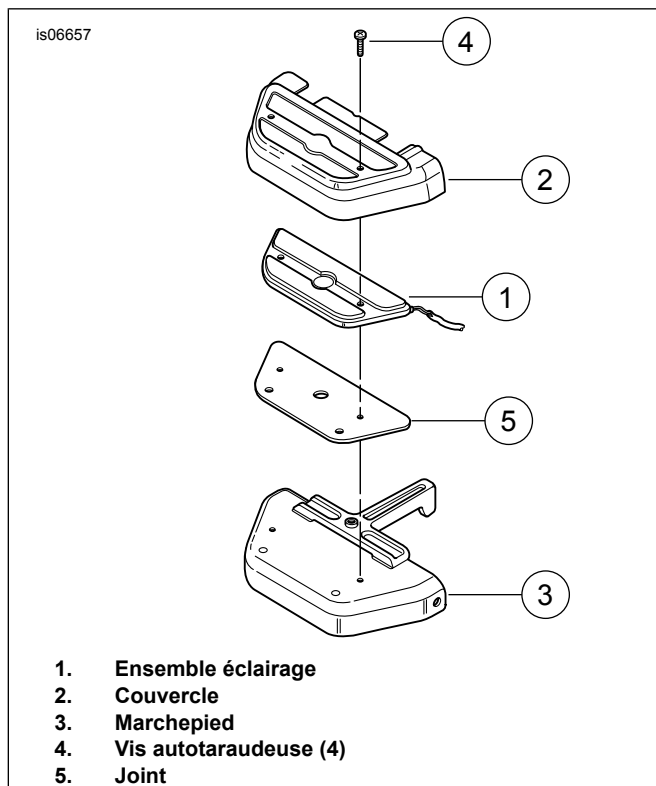

Figure 3. Pose du cache de marchepied
1. Voir Figure 3. Monter l'ensemble éclairage (1) sur chaque cache (2), puis l'ensemble éclairage et cache sur la base de chaque marchepied (3). Marquer l'emplacement des trous de montage.
5. Voir Figure 3. Appliquer une fine couche d'huile sur le filet des quatre vis autotaraudeuses (4) fournies dans le kit. Visser en partie les vis dans les deux trous percés de chaque marchepied (3) ; ceci permet de commencer le filetage au niveau du marchepied. Déposer les vis, puis nettoyer tout débris de filetage au niveau des trous, ainsi que les traces d'huile sur le marchepied.
6. Voir Figure 3. Placer un joint (5) sur chaque marchepied, sans toutefois retirer le papier de protection tant que l'alignement n'a pas été vérifié. Positionner l'ensemble éclairage (1) sur chaque marchepied (3), puis vérifier l'alignement du joint et de l'éclairage. Le joint doit être au ras de l'ensemble éclairage, sur toute la longueur de celui-ci. Si nécessaire, marquer la position correcte du joint.
7. Retirer la protection du joint (5) et appliquer sur chaque marchepied (3).
8. Effectuer la pose de l'ensemble éclairage (1) et cache (2) sur chaque marchepied, en utilisant les deux vis autotaraudeuses (4) fournies dans le kit, et en les vissant à fond.